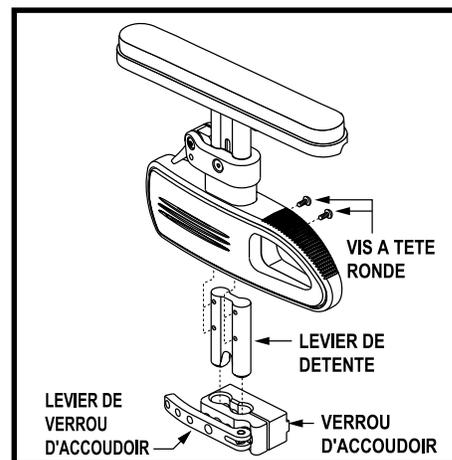

Figure 21. Réglage hauteur inférieure accoudoir format enfant montant unique à réglage rapide de la hauteur
1. Retirez les deux vis à tête bouton sur la barre de détente. Voir la figure 21.